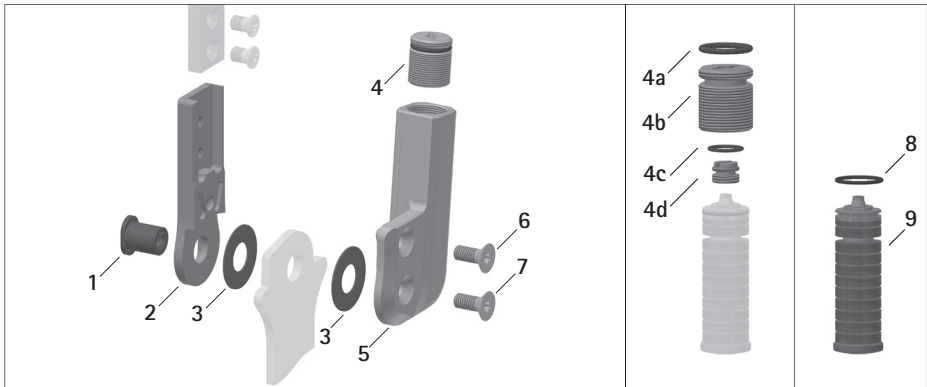

fig. 42
17. Spare Parts (see table and fig. 42)